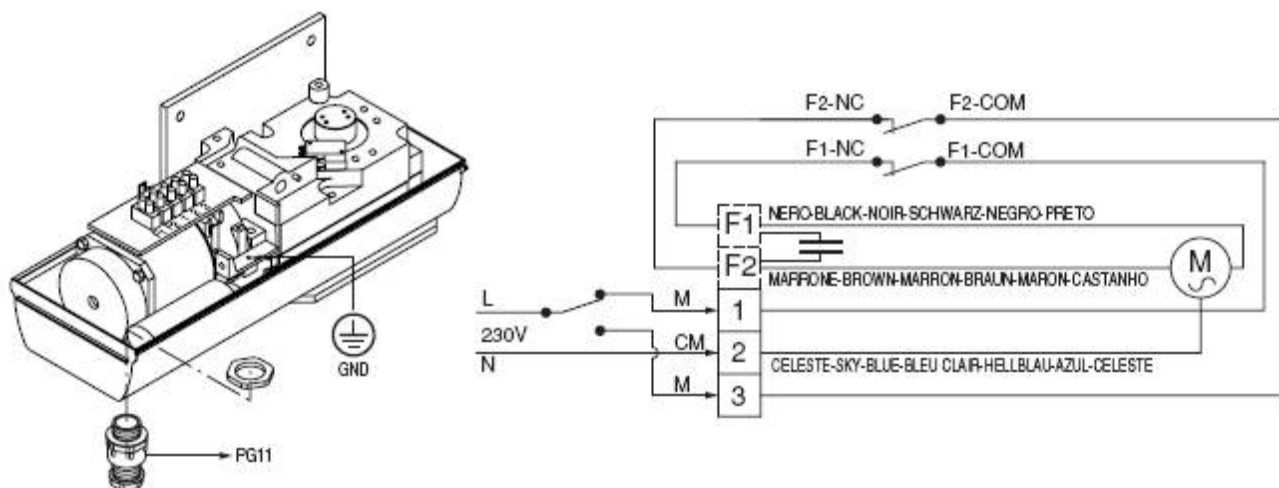

рис.11
**ПРИМЕЧАНИЕ:** Для подключения к линии используйте мультиполярный кабель соответствующий существующим нормам. На рис. 11 показано гнездо подсоединения привода и положение, в котором должно происходить крепление с соответствующей силой закручивания. В случае, если двигатель вращается в обратном направлении, поменяйте местами подсоединения к клеммам хода «М». Для подключения блока управления см. соответствующую инструкцию.